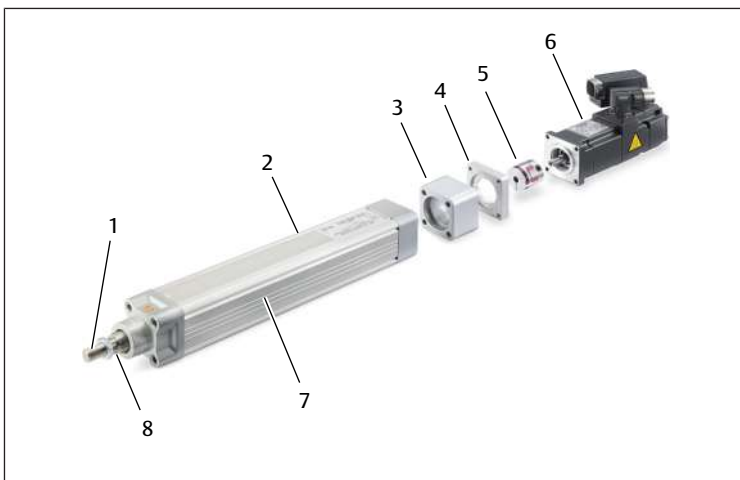

图2: 概览 (结构尺寸 32/40/63 mm)
- 对于结构尺寸 32/40/63 mm。参见 → 图 2。